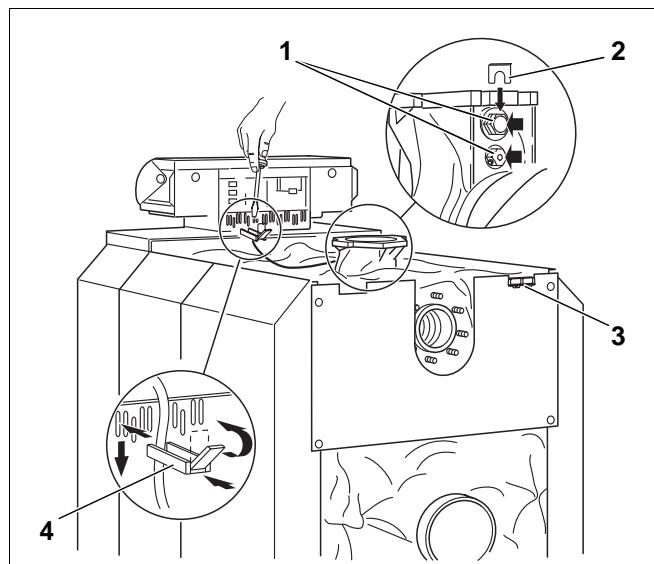
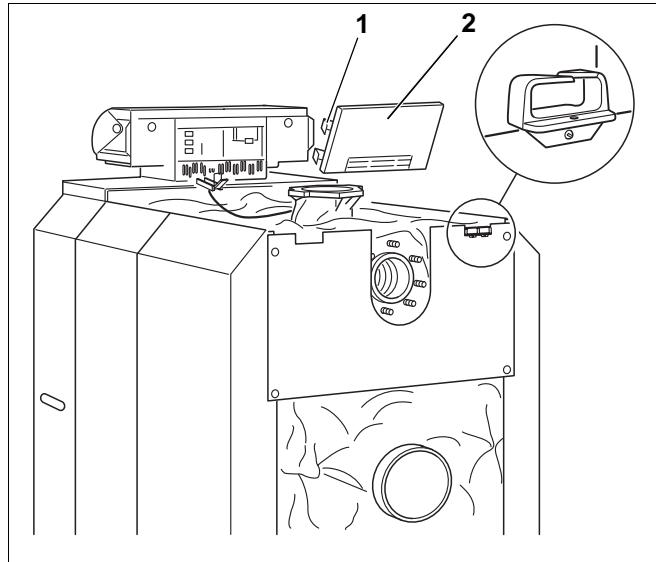

Рис. 49
Рис. 50
- Капиллярные трубы провести через проход для кабеля и развернуть на требуемую длину. Датчики провести к местам измерения на котле, вставить в соответствующую гильзу (рис. 49, **поз. 1**) и закрепить фиксатором (рис. 49, **поз. 2**) (увеличенное изображение на рис. 49 повернуто на 180°).
- Проход для кабеля (рис. 49, **поз. 3** и увеличенное изображение на рис. 50) закрепить винтами справа или слева на задней стенке котла.
- Хомуты со вложенными в них проводами вставить в обоймы и зафиксировать поворотом рычажка (рис. 49, **поз. 4**).
- При необходимости выломать или вырезать заглушки отверстий в задней стенке (рис. 50, **поз. 2**).
- Нижние крюки задней стенки вставить в обоймы хомутов и нажать на нее сверху до фиксирования боковых крюков (рис. 50, **поз. 1**).